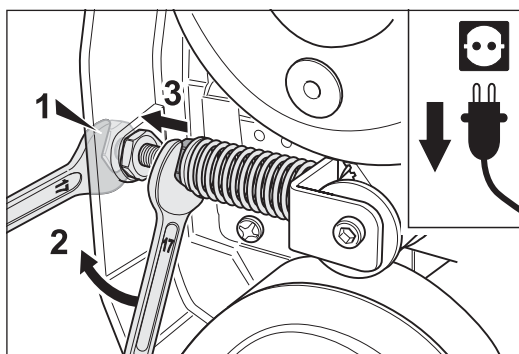

Fig. 38 Desenrosque la tuerca tensora hasta la contratuercas.
- 8 Para destensar el muelle desenrosque la segunda tuerca hasta la contratuerca (Fig. 38).